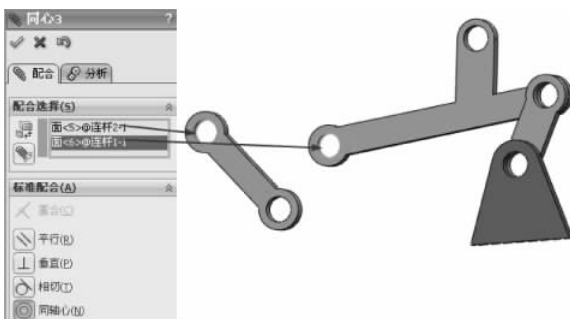

图 3-216 同轴心配合
(5) 选择【标准配合】选项组下的【同轴心】配合类型 , 在【要配合的实体】选择框  中选择如图 3-216 所示的面, 其他保持默认, 单击【确定】按钮 , 完成同轴心配合。